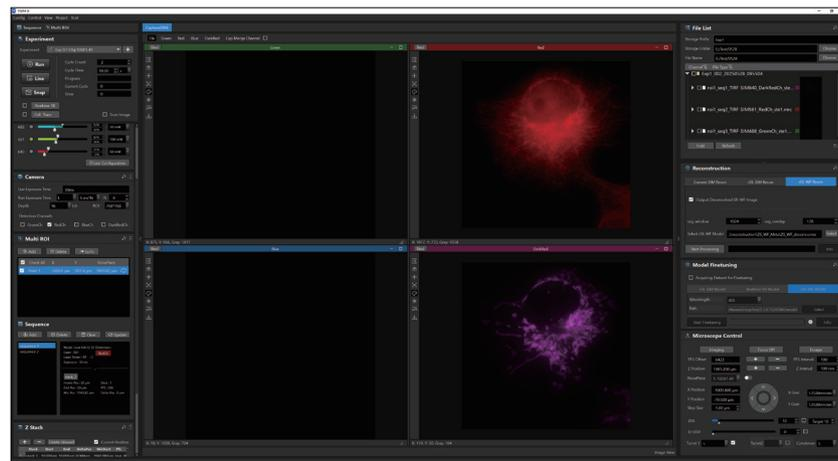

图3.5-1
- 1 点击工具栏的Multi ROI选项, 展示Multi ROI操作框 (在左侧实验参数设置中, 一般在Camera区域下方, 如图3.5-1所示)。打开Multi ROI操作框后即代表进入Multi ROI高级模式, 可标记多个样本位置 (Point) 并关联实验序列 (sequence) 进行图像采集。